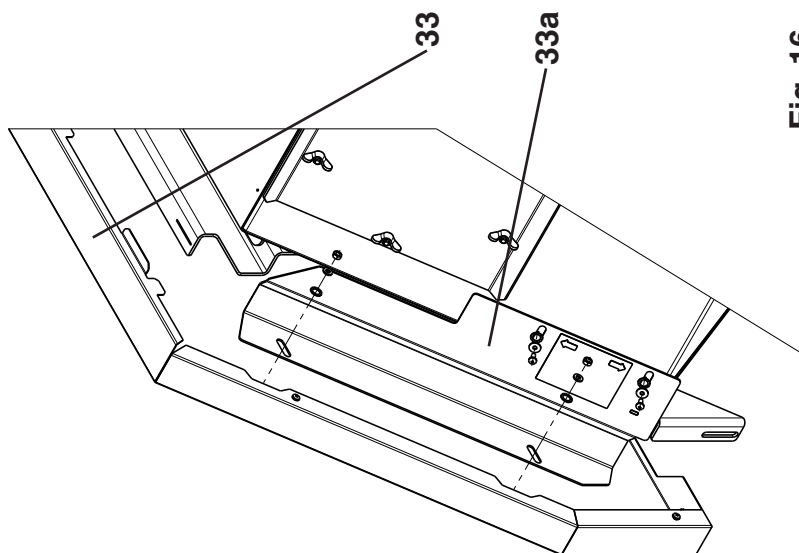
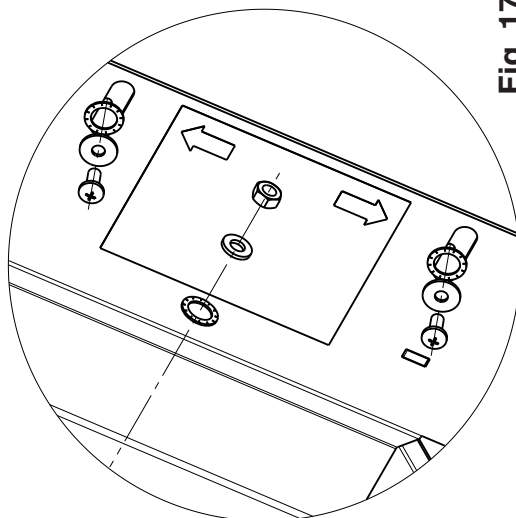

Fig. 16
Fig. 17
31. Inserire le pareti laterali (31) nelle guide della base e agganciarle nell'angolare di fissaggio in alto alle aperture.
32. Agganciare il quadro di comando (32) alla parete laterale intermedia sinistra o destra (la posizione dipende dal dispositivo di controllo della fiamma). Condurre il sensore della temperatura del limitatore della temperatura di sicurezza (STB) sul lato posteriore della caldaia, infilarlo nella boccola ad immersione (accanto ai sensori della temperatura della caldaia e della temperatura di mandata) e fermarlo con la molla a griffe del capillare.
33. Montare la lamiera di protezione (33a, Fig. 16 ed Fig. 17) sulla parete laterale superiore sinistra e destra (33, Fig. 16 ed Fig. 18) senza bloccarla.
34. Fissare la parete posteriore superiore (34, 34a) con viti per lamiera (C).
35. Fissare la parete posteriore intermedia (35) con viti (C) per lamiera.
36. Rimuovere il vetro d'ispezione. Fissare la parete posteriore inferiore (36) con viti per lamiera (C). Montare il cavetto di terra (presente nel cavo AAT) nelle posizioni previste (a sinistra o a destra accanto al foro) con viti per lamiera. Applicare la copertura del motore per l'estrazione delle ceneri (36a). Montare nuovamente il vetro d'ispezione.
37. Inserire (37) il coperchio posteriore.
38. Applicare il coperchio anteriore (38) (deve essere applicato prima di montare i tubi per lo scarico ambiente).
40. Agganciare lateralmente la copertura frontale del bruciatore (40) e avvitare in alto con le lamiere di protezione (33a) Agganciare la calotta (40a) frontale (prestare attenzione alle aperture).
41. Avvitare la lamiera di copertura (41, 41a) alle pareti laterali posteriori (C).
42. Montaggio di pos. 42 vedere capitolo 2.13.